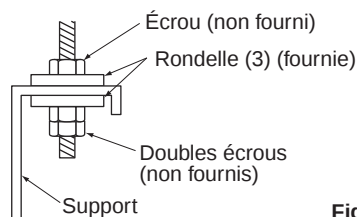

Fig. 10
(1) Fixez les supports aux boulons de suspension. (Reportez-vous à la Fig. 10)